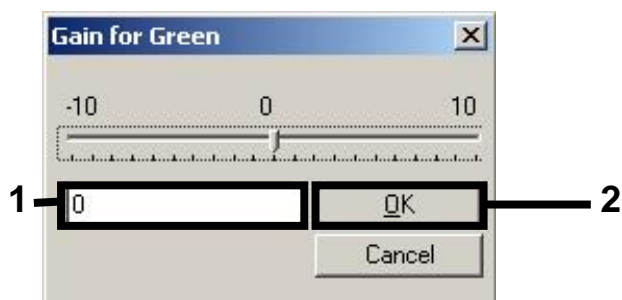

Рис. 6. Ручной ввод самых низких значений усиления.
7. Выберите самое низкое значение усиления для канала Cycling Green, указанного в описании этапа 4, и введите это значение вручную в окне **Gain for Green** (Усилить для Green) (рис. 6). Выберите самое низкое значение усиления для канала Cycling Yellow, указанного в описании этапа 4, и введите это значение вручную в окне **Gain for Yellow** (Усилить для Yellow) (рис. 6).